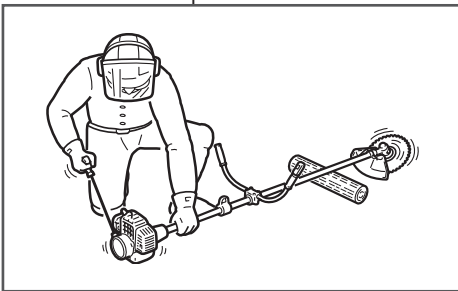

Рис. 12 Положение триммера при запуске
- Убедитесь, что режущий инструмент не касается земли или других предметов. Проверните коленчатый вал двигателя ручным стартером с помощью ручки (Рис. 12) до тех пор, пока не почувствуете сопротивление, затем медленно опустите ручку стартера вниз. Снова медленно потяните